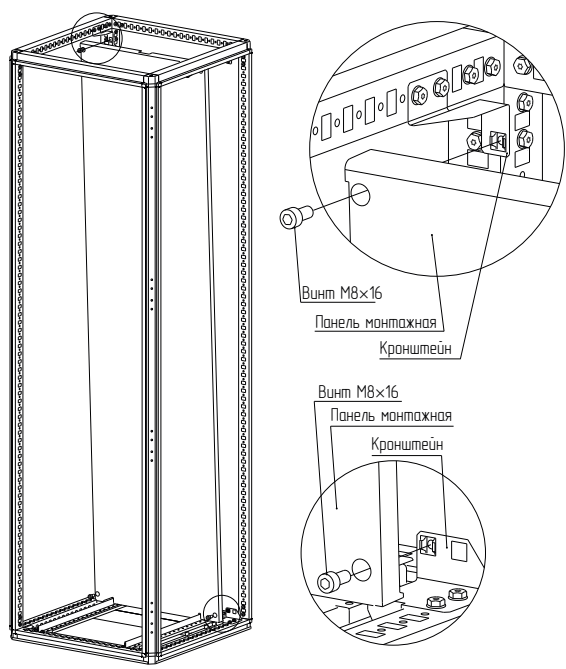

Рисунок 12
4.5.4 Приклонить панель монтажную к кронштейнам и закрепить винтами М8×16 (рисунок 12). Момент затяжки – 10 Н·м.